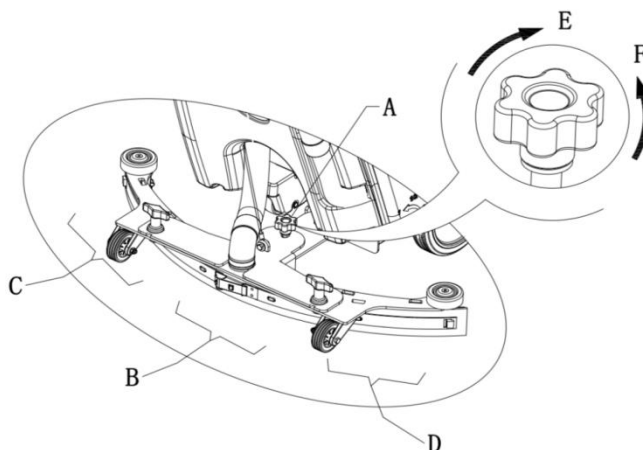

Figure 6
1. Installer la raclette et visser l'écrou (16), puis raccorder le tuyau d'aspiration (11) à la raclette.
2. Régler la raclette par la poignée de réglage de la raclette (A, Figure 6).
- a) S'il y a un écart entre le sol et section centrale de la lame arrière de la raclette (B), régler le bouton (A) dans le sens antihoraire (F) jusqu'à ce que toute la section de lame arrière de la raclette ait un excellent contact avec le sol, la lame avant touchant légèrement le sol.
- b) S'il y a un écart entre le sol et les deux extrémités de la lame arrière (B), régler le bouton (A) dans le sens horaire (E) jusqu'à ce que toute la section de lame arrière ait un excellent contact avec le sol, la lame avant touchant légèrement le sol.